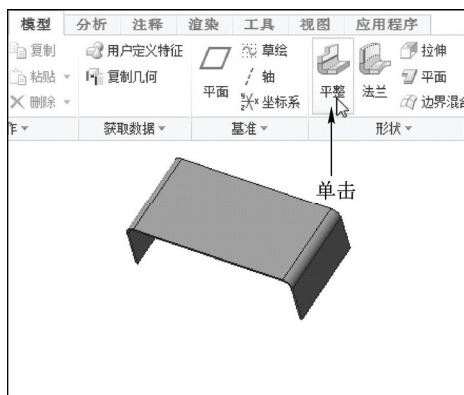

图 13-10 单击“平整”按钮
STEP 02 在功能区选项板的“模型”选项卡中, 单击“形状”面板中的“平整”按钮 , 如图 13-10 所示。